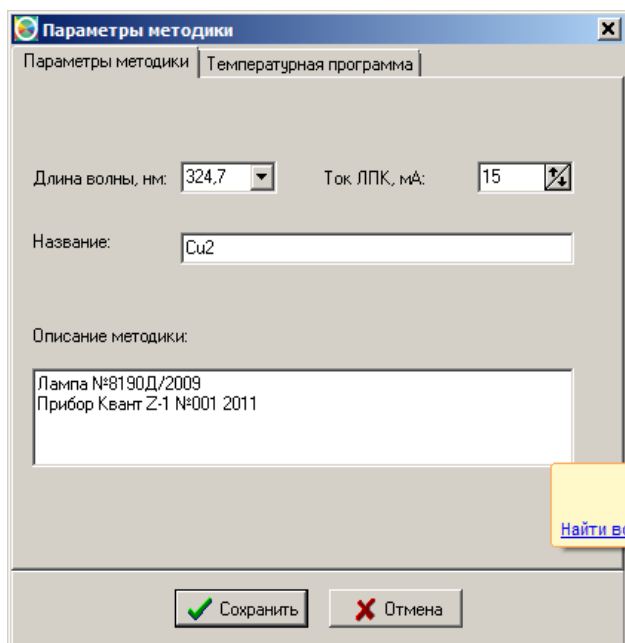

Рис. 5П – Окно «Параметры методики»
- 3.3.5** В строке «Название» окна «Параметры методики» (Рис. 5П) вводится название новой методики, а в окошке «Описание методики» - описание характерных особенностей, например, номер ЛПК, на каком приборе создавалась методика и т.д.
- 3.3.6** Для редактирования температурной программы нагрева графитовой печи создаваемой методики в окне «Параметры методики» (Рис. 5П) кликните по закладке «Температурная